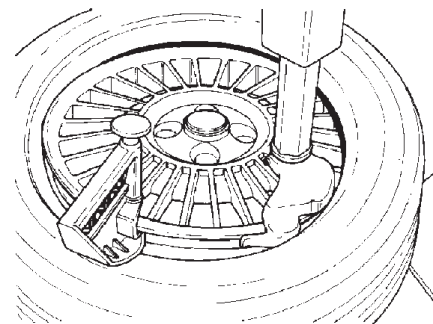

Fig. 4.2-4
D. Positionner la fixation talon dans la jante à base creuse (Fig. 4.2-4).